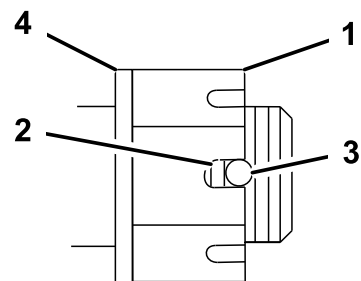

Figura 54
4. Serrate il dado a corona a 170 Nm (Figura 54).
5. Controllate la distanza tra la base della scanalatura del dado e il bordo interno del foro. Devono essere visibili due filetti o meno (Figura 54).
7. Serrate il dado a corona a 170 Nm (Figura 54).
8. Serrate il dado fino ad allineare la serie di scanalature successiva con il foro dell'albero (Figura 54).